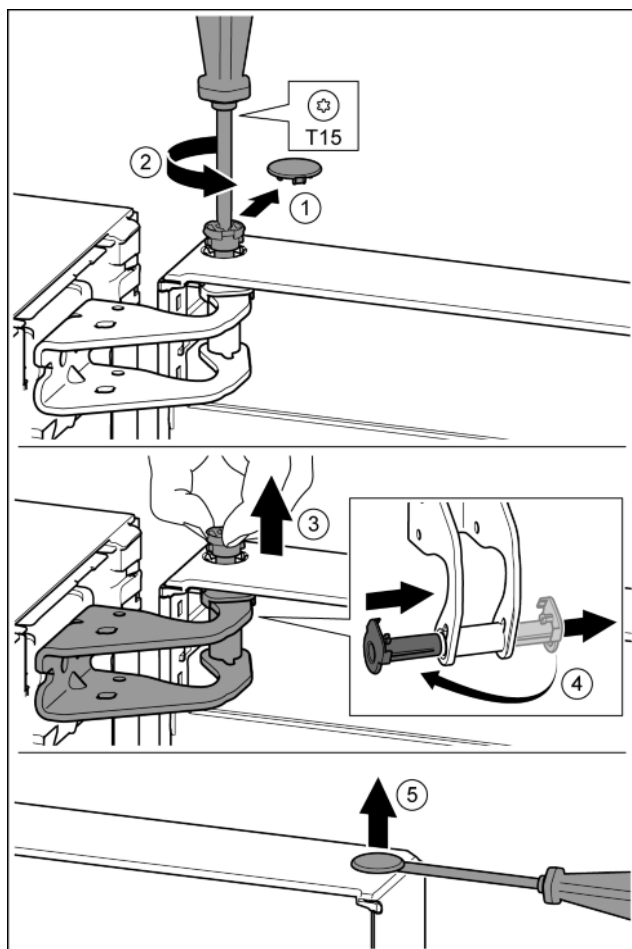

Fig. 10
- ▶ Обережно зніміть запобіжну кришку. Fig. 10 (1)
- ▶ Трохи викрутіть гвинт за допомогою викрутки T15. Fig. 10 (2)
- ▶ Притримуйте дверцята і витягніть палець руками. Fig. 10 (3)
- ▶ Витягніть із прямої опору втулку. Встановіть і зафіксуйте з іншого боку. Fig. 10 (4)
- ▶ За допомогою шлицевої викрутки обережно підійміть пробку із опорного втулка дверцят та витягніть її. Fig. 10 (5)